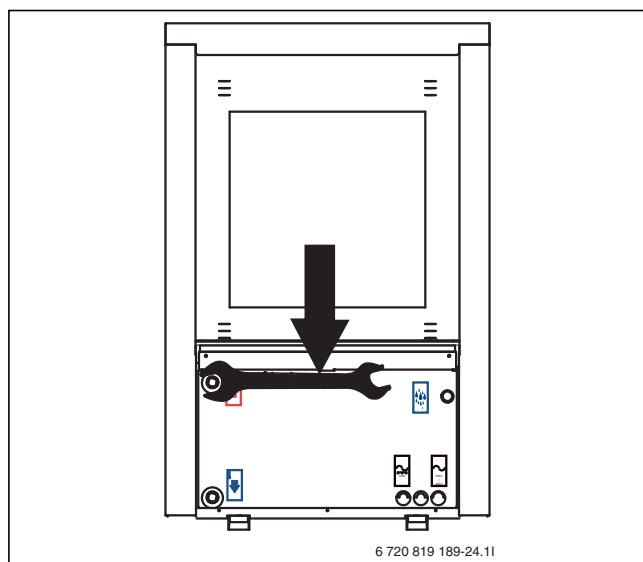

Bild 33 Wärmepumpenanschlüsse. Anziehen.
- ▶ Anschlüsse der Primärkreisrohre mit einem Anzugsmoment von 120 Nm anziehen. Die Kraft nach unten richten (siehe Abb. 33) um eine seitliche Belastung des Kondensators zu vermeiden.